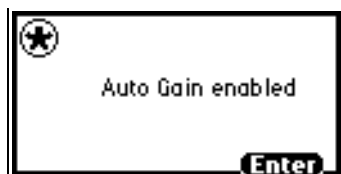

图 5-3 自动增益已启用诊断屏幕
1. 按 **DIAG 2**, **Enable Auto Gain**。出现 **Auto Gain Enabled** 诊断屏幕（图 5-3）。